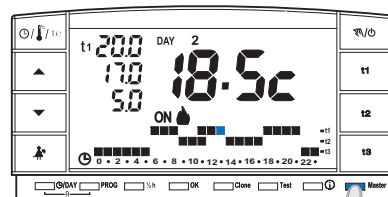

fig. 89
- Premere brevemente il tasto “**Master**”: sul display scompare la scritta **Master**, il cronotermostato rimane in funzionamento da programma e le zone assegnate al master tornano sotto il controllo dei rispettivi trasmettitori (esempio in fig. 89).